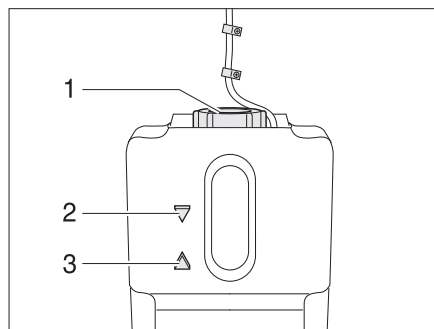

Fig. 171 Recipiente de compensación para la calefacción de agua caliente
- Comprobar si en el recipiente de compensación (Fig. 171) el líquido está entre las marcas "MIN" (Fig. 171,3) y "MAX" (Fig. 171,2).
- Abrir la tapa giratoria (Fig. 171,1) del recipiente de compensación.